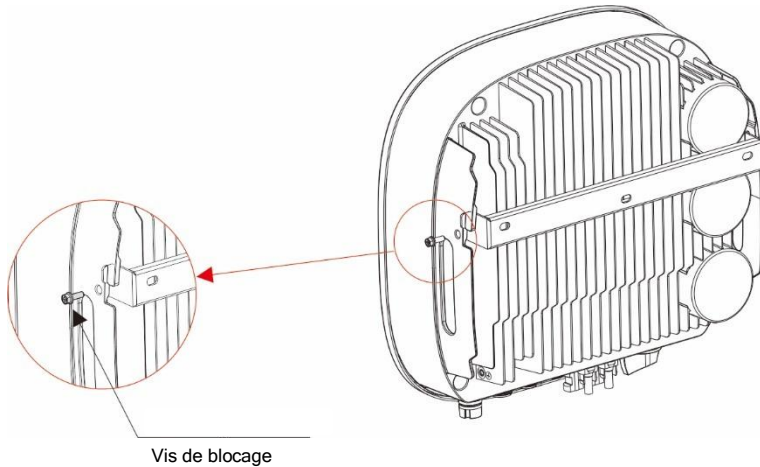

Figure 4.5 Support de montage mural
- Soulevez l'onduleur (en veillant à éviter toute tension corporelle) et alignez le support arrière de l'onduleur avec la partie convexe du support de montage. Accrochez l'onduleur au support de montage et assurez-vous qu'il est bien fixé (voir figure 4.5).